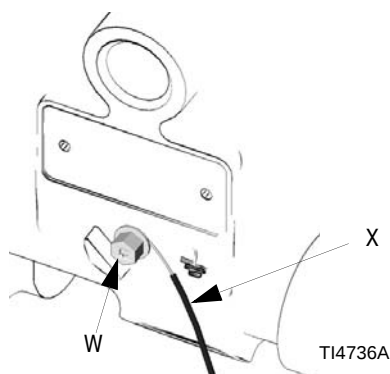

Fig. 2: Conexión del cable de conexión a tierra
- Bomba:** Conecte un cable y una abrazadera de conexión a tierra tal como se indica en la FIG. 2. Afloje el tornillo de conexión a tierra (W). Inserte el extremo de un cable de conexión a tierra calibre 12 ga (1,5 mm²) como mínimo (X) detrás del tornillo de conexión a tierra y apriete el tornillo firmemente. Conecte el extremo con abrazadera del cable de conexión a tierra a una tierra verdadera. Pida el cable de conexión a tierra y la abrazadera, Nro. de Pieza 222011.